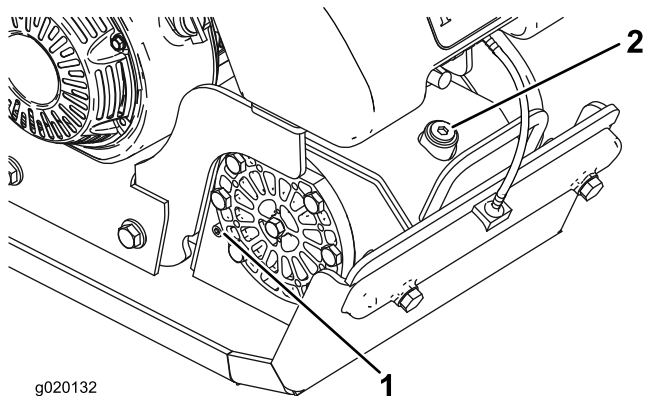

Figure 23
2. Placez un bac de vidange sous le bouchon d'huile et retirez la vis du bouchon d'huile sur le côté du carter d'excentrique (Figure 23).
2. Placez un bac de vidange sous le bouchon d'huile et retirez le bouchon de remplissage ainsi que la vis du bouchon d'huile (Figure 23).
3. Inclinez le compacteur légèrement en avant et utilisez un pistolet à aspiration pour aspirer l'huile par l'orifice de remplissage (Figure 23).
4. Versez de l'huile lentement par l'orifice de remplissage jusqu'à ce qu'elle déborde par le bouchon d'huile (Figure 23).